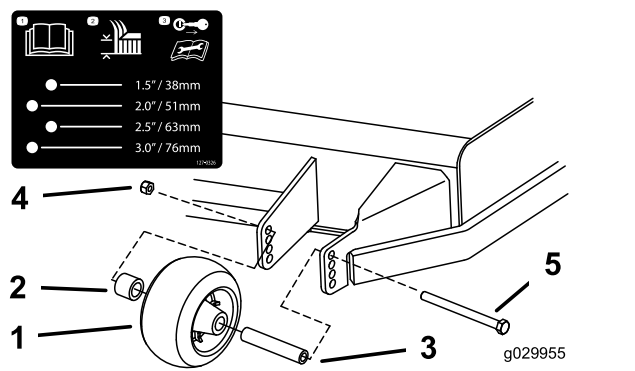

**Figura 29**
2. Premete il pedale di sollevamento del piatto di taglio e sollevate il piatto in posizione di blocco per il trasporto (corrispondente, inoltre, all'altezza di taglio di 140 mm) come illustrato nella **Figura 29**.
3. Per regolare, ruotate il perno di 90 gradi e togliete il perno dalla staffa dell'altezza di taglio (**Figura 29**).
4. Nella staffa dell'altezza di taglio scegliete un foro corrispondente all'altezza richiesta, ed inserite il perno (**Figura 29**).